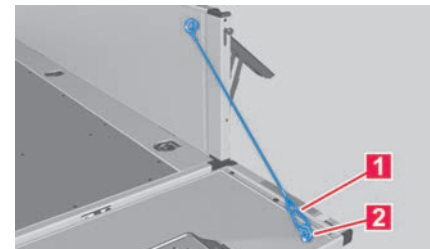

Abb. 143 Innenseite der Ladeklappe: Halteseil.
3. Karabinerhaken des Halteseils → **Abb. 143 1** aus der Befestigungsöse **2** lösen.
2. Karabinerhaken → **Abb. 143 1** in die Befestigungsösen **2** einhängen.